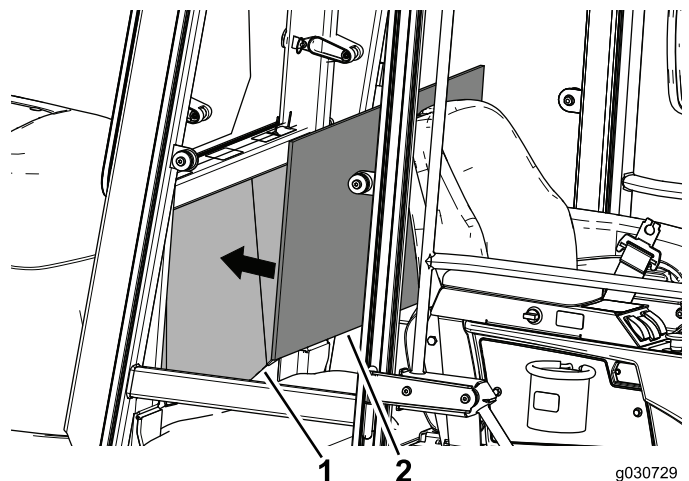

Bild 29
2. Fluchten Sie die Polsterplatte mit der Mitte der hinteren Platte in der Kabine aus, um die Passform und Positionierung zu prüfen (Bild 29).